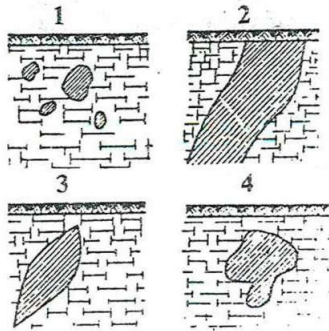

Рис. 1.19
3. На рис. 1.19 показаны некоторые из форм залегания месторождений. Укажите линзообразную залежь.